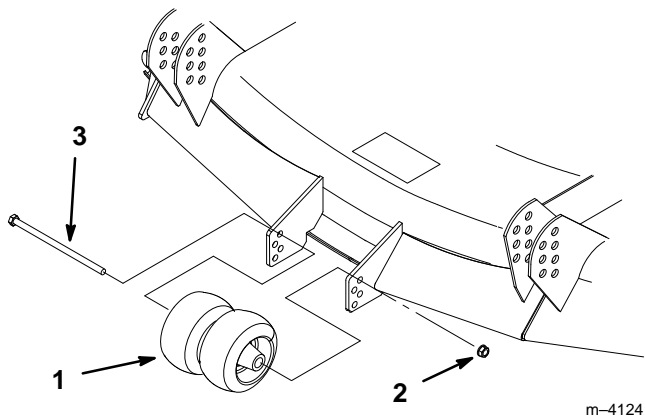

Figure 13
1. Après réglage de la hauteur de coupe souhaitée, déposer l'écrou et le boulon (Fig. 13).
2. Choisir le nouveau trou d'insertion du boulon en fonction de la hauteur de coupe pour que les roues de jauge se trouvent à 1 cm (3/8") du sol (Fig. 13).
3. Replacer le boulon et l'écrou (Fig. 13).